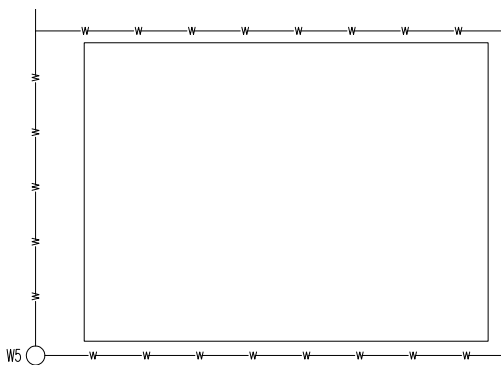

图 7-22 打开素材
**01** 按 Ctrl+O 组合键，打开配套光盘提供的“第 7 章/7.3.1 服务面积.dwg”素材文件，结果如图 7-22 所示。